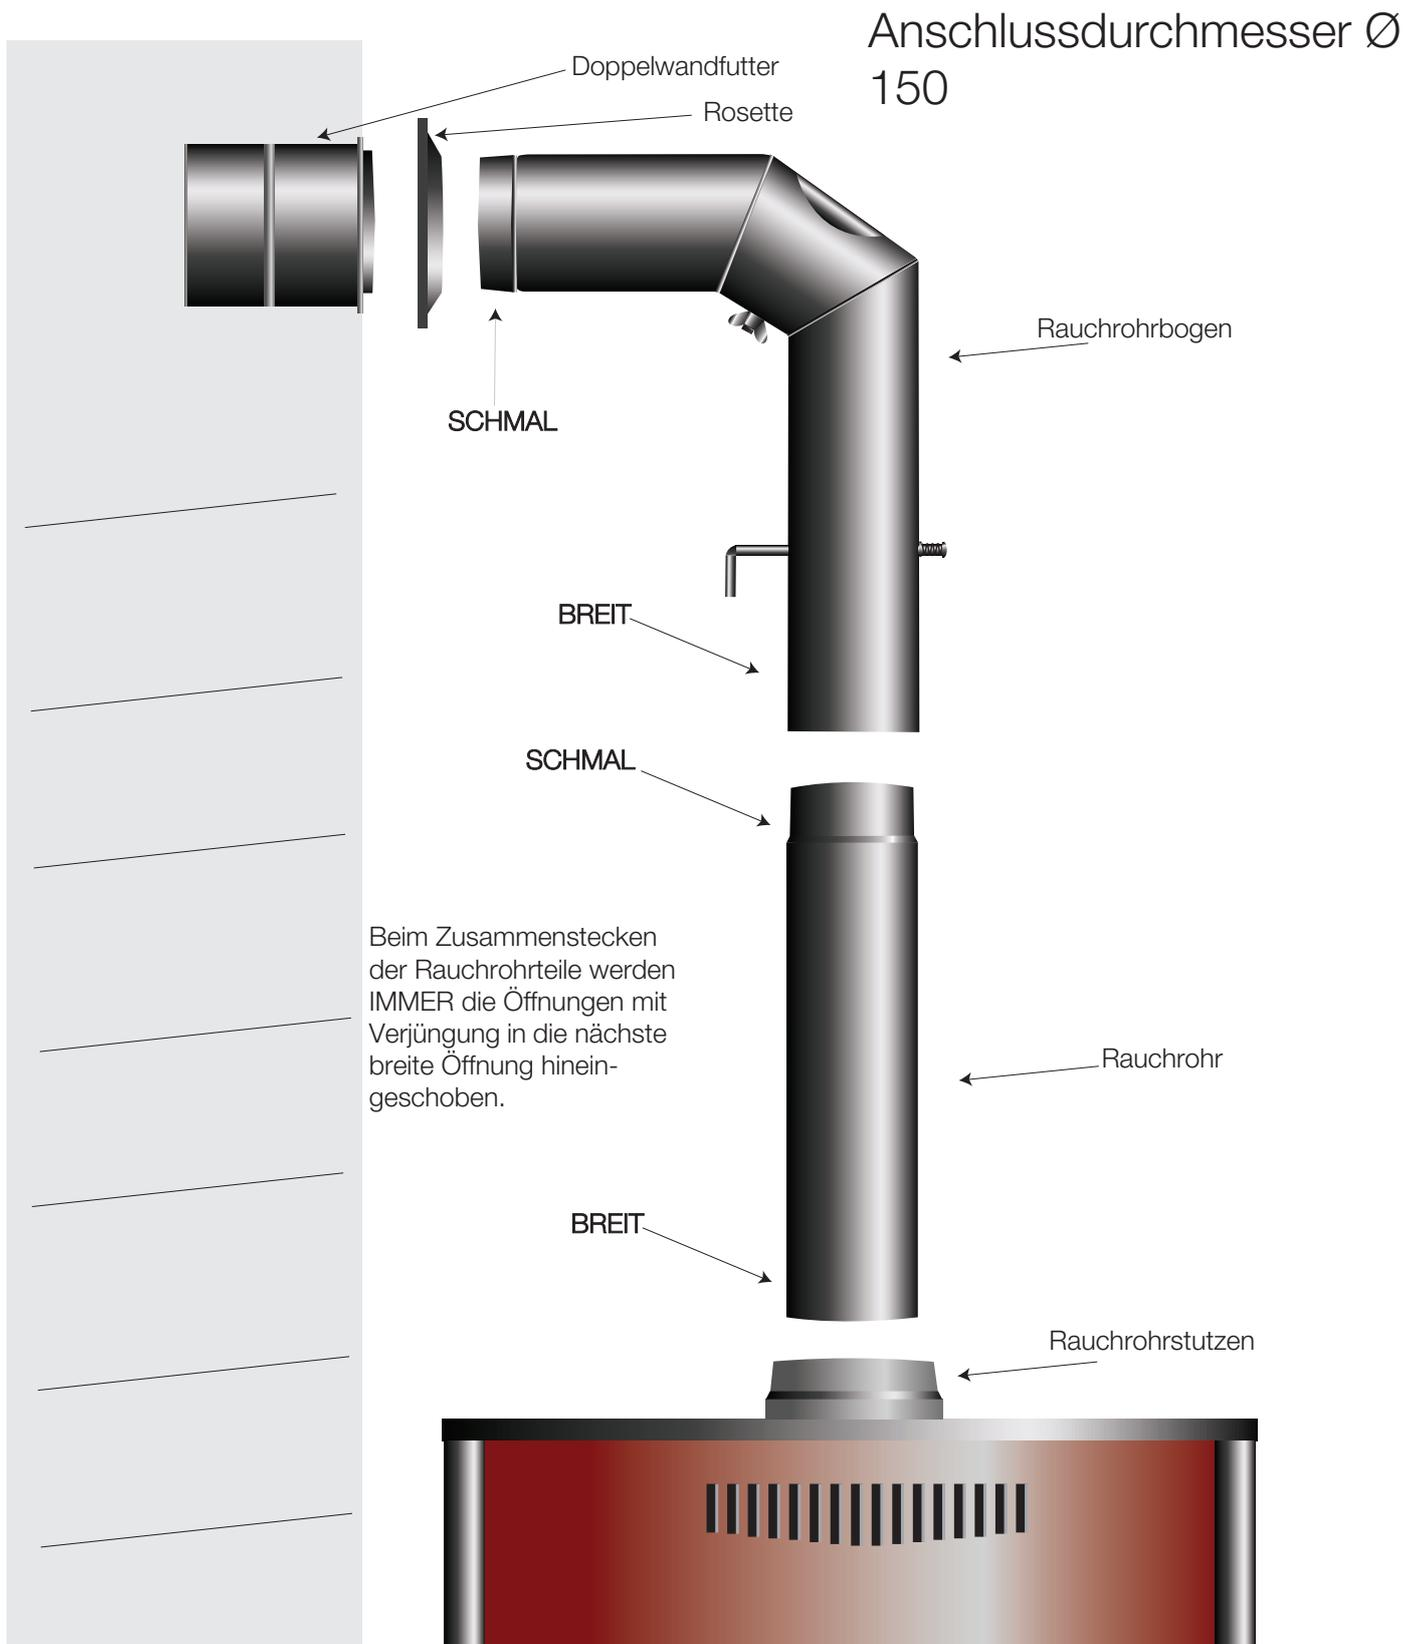

Abbildung 4 Anschluss des Kaminofens an den Schornstein
5. Abbildung 4 Anschluss des Kaminofens an den Schornstein	Seite 7